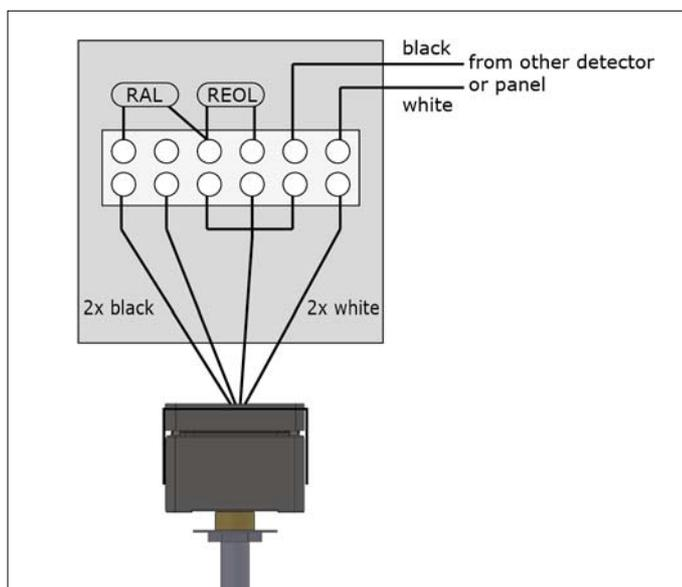

Fig. 7.3: Détecteur de chaleur avec résistance EOL (REOL)
Le dernier détecteur câblé avec la centrale de détection incendie ShieldControl doit être doté d'une résistance EOL placée en travers du dispositif selon Fig. 7.3. La résistance EOL de ce détecteur est fournie avec la centrale de détection d'incendie, vous la trouverez dans la Zone d'incendie 2 de la barrette correspondante.
- Enlevez la résistance EOL de la Zone 2 de la centrale ShieldControl et mettez-le dans le dernier détecteur de chaleur comme illustré sur la Fig. 7.3.